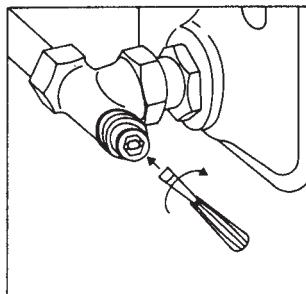

Рис. 3
- 1.4 Затем блокировочный винт повернуть до упора вправо помощью отвертки (рис. 3, только „Combi 4“).
**Важно:** При изменении преднастройки сначала повернуть влево с помощью отвертки ослабить блокировочный винт (рис. 3). Затем изменить преднастройку шестигранным ключом SW 4 (1).